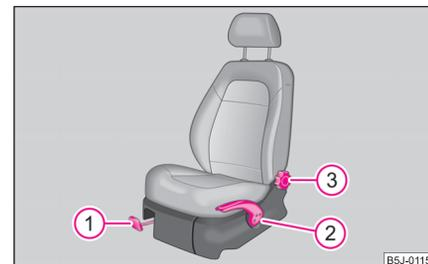

Abb. 45 Bedienelemente am Sitz
- Ziehen Sie den Hebel **1** ⇒ Abb. 45 nach oben und schieben Sie dabei den Sitz in die gewünschte Position.
- Möchten Sie den Sitz anheben, Hebel ② nach oben ziehen bzw. pumpen.
- Möchten Sie den Sitz absenken, Hebel ② nach unten drücken bzw. pumpen.
- Entlasten Sie die Rückenlehne (lehnen Sie sich nicht an) und drehen Sie das Handrad ③, um die Lehnenneigung einzustellen.